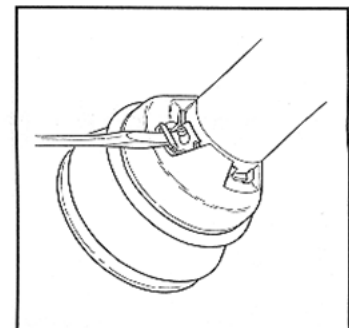

Рисунок 14-3: Удалить вкладку
1. Удалите вкладку "EASY LOCK®" с помощью отвертки (рисунок 14-3).